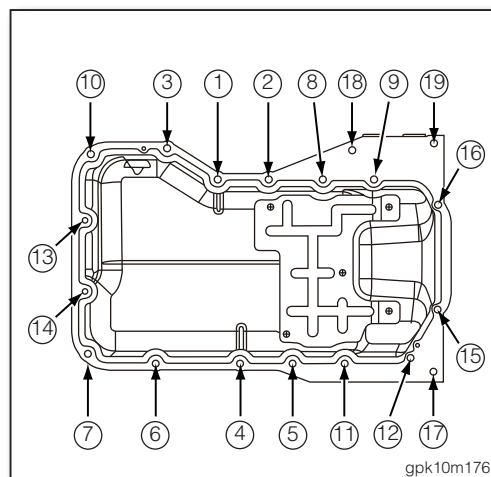

图6
3. 依 ①~⑯ 顺序锁紧油底壳的固定螺栓 (如图6)。
- 油底壳的固定螺栓 ①~⑫、⑮~⑯ 锁紧扭力 (如图6)。
- 油底壳的固定螺栓 ⑬、⑭ 锁紧扭力 (如图6)。